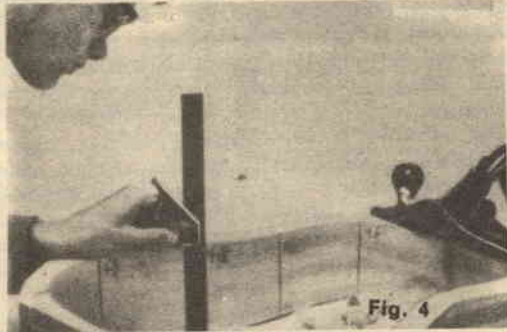

Fig. 4
C) La parte superiore della chitarra deve risultare piana, mentre il fondo sarà leggermente arcuato. Per realizzare i profili, dividere la forma esterna in 5 sezioni verticali uguali (fig. 4): partendo dall'estremità inferiore, segnare sulla prima divisione lo spessore di 118 mm, sulla seconda uno di 120 mm, sulla terza uno spessore di 115 mm e sulla quarta uno di 108 mm. Disegnare una curva di raccordo e piallare la forma per darle il profilo desiderato. Tagliare quindi la forma esterna in due parti e collocare un pezzo di legno all'estremità corrispondente al collo, e un altro all'estremità di fondo. Collocate le zeppe, tagliare esattamente al centro di ogni estremità una apertura di 75 mm, necessaria per il montaggio degli altri pezzi.